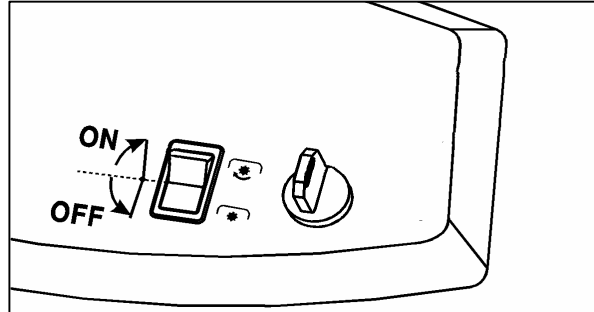

Fig. 12
Om te koppelen, laat u de hendel zakken en plaatst u hem op de positie ON: hij zet het maaidek in werking en drijft de riemen van de messen aan. (fig.12)
5. Controleer of het maaidek in de UIT-stand staat (Fig. 12).